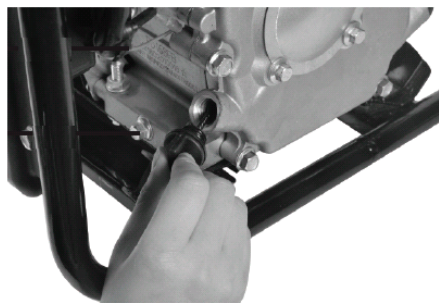

Рис.2. Расположение маслозаливной горловины
7.3.1. Для заливки масла отвернуть пробку-щуп маслозаливной горловины, см.рис.2.